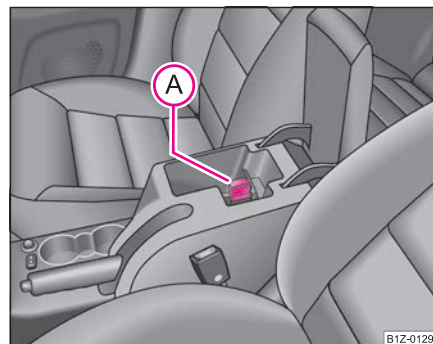

Fig. 107 Cotiera:
- Trageți încuietoarea în sus în poziția **A** ⇒ pagina 112, fig. 107.